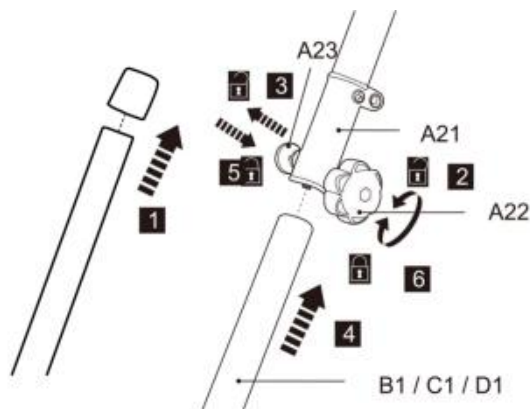

Fig. 3
2. Retirez le capuchon de protection pré-attaché du poteau inférieur (B1/ C1/D1) (Fig. 3 , étape 1) .
3. Desserrez le bouton de verrouillage (A 22) , mais ne le retirez pas complètement (Fig. 3 , étape 2).
4. Alignez et insérez le pôle inférieur (B 1/C 1/D 1) dans le manchon de verrouillage (A 21), tout en tirant sur le ressort. boulon(A 23) (Fig.3 , étapes 3 et 4) .
5. Tournez légèrement la tige inférieure pour aligner le trou avec le ressort. boulon (A23) . Relâchez le ressort boulonnez ensuite pour fixer le poteau inférieur en position. Assurez-vous que le ressort le boulon s'enclenche dans le trou (Fig. 3 , étape 5).
6. Serrez le bouton de verrouillage (A 22) pour sécuriser la connexion (Fig. 3 , étape 6).